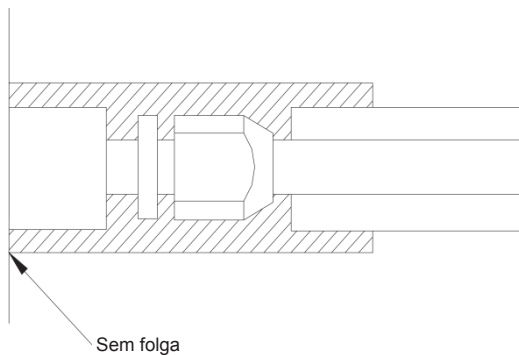

Fig. 19
①. Durante a ligação do equipamento interior e da tubagem de refrigerante, nunca puxe quaisquer juntas do equipamento interior com força, caso contrário a tubagem capilar ou outra tubagem poderá rachar, o que resultaria em fugas.
②. A tubagem de refrigerante deve ser suportada por suportes de suspensão, isto é, que não deixem o equipamento a suportar o próprio peso.
b. As juntas do equipamento interior devem ser envolvidas com o material de isolamento e não é permitido qualquer gás na junta do equipamento interior, como mostrado na Fig. 19.